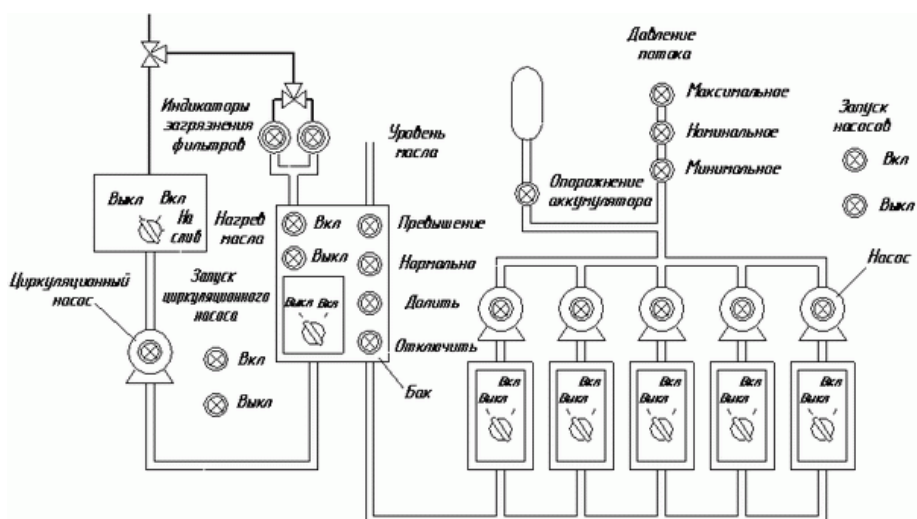

Рисунок 1 – Пульт управления и диагностики
2. Разработайте алгоритм диагностирования насосной установки (рис. 1) одного из прокатных станов с выводом информации на пульт оператора насосных установок и главный пульт управления станом.